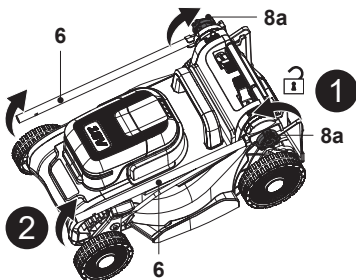

Fig. 1
2. Slăbește butonul de blocare (8a) în sens antiorar fără a-l scoate, apoi depliază bara mânerului inferior (6) (fig. 1, pașii 1 și 2).